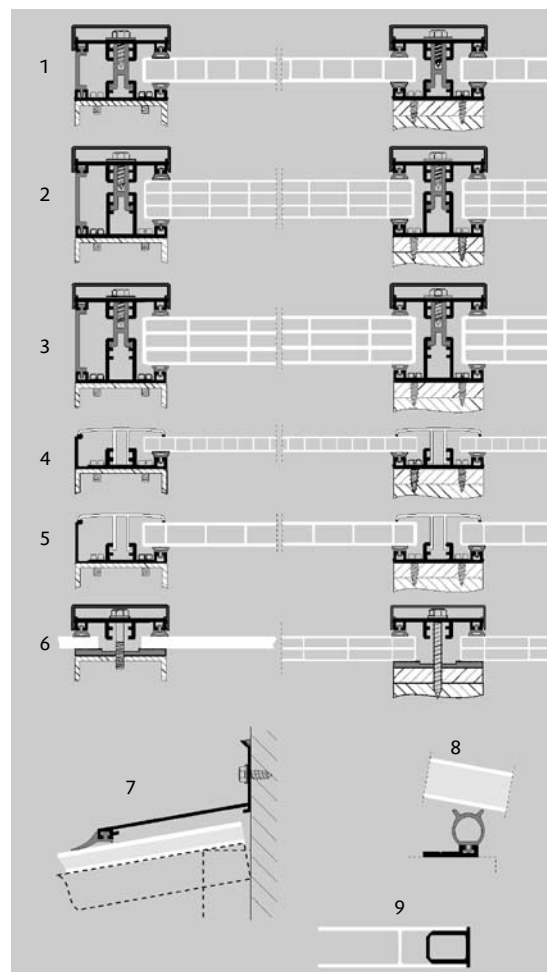

Abb. 8a: Montagezubehör von König Kunststoffe GmbH
9.8 Stegplatten können „bombieren“, d. h. sich in der planen Dachfläche nach unten oder oben durchbiegen. Die Wölbung kann an der Traufenkante und besonders bei langen Traufenüberständen sichtbar werden. Falls an der Traufe zwischen Platte und Unterkonstruktion eine Abdichtung nötig ist, muss das Dichtprofil diese Durchbiegung dichtend aufnehmen können und werkstoffverträglich sein (gemäß 4 und 5.1). Empfehlenswert ist hierfür die PFETTENDICHTUNG (Abb. 8a, Schnittbild 9).